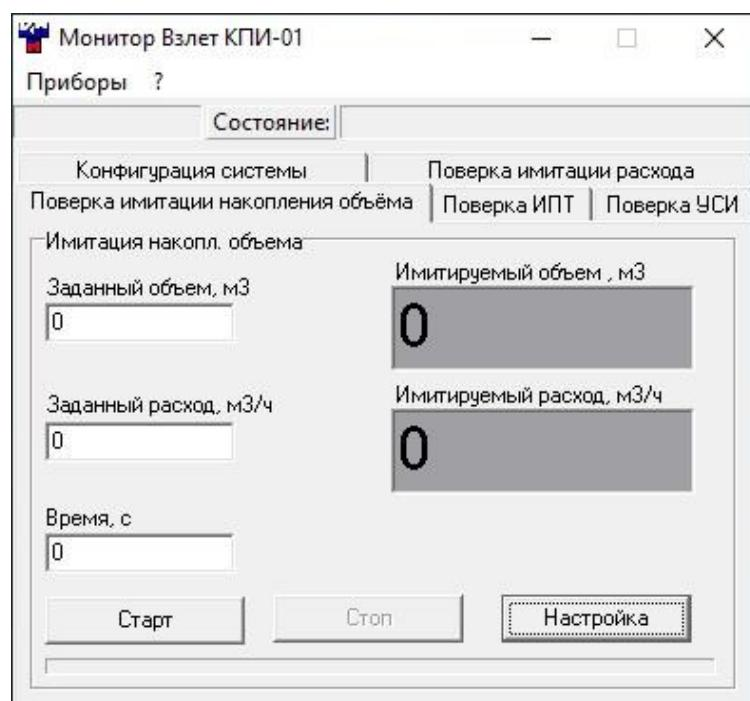

Рис.17. Вид вкладки «Проверка имитации накопления объема».
- 4.7.4.1.3. Для определения относительной погрешности набора объема выбирается вкладка **Проверка имитации накопления объема** (рис.17).